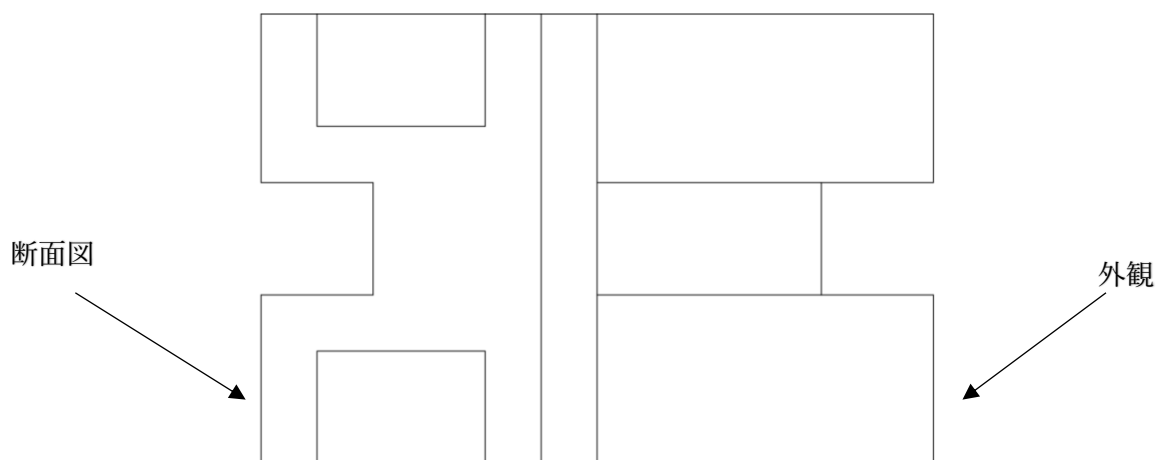

図4. 例題1 (断面図 (ハッチングなし))
- ・切断した面が正面に来るように作図します。そうすると図4のような図が作図できます。この時隠れ線は描かず視認できる外形線のみ示します。また断面が左側、外観が右側になるように作図します。